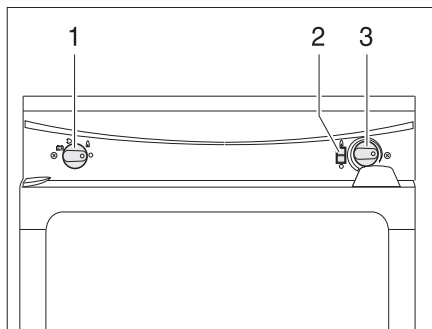

Fig. 133 Elementos de mando para el frigorífico (Thetford sin SES)
- Situar el selector de energía (Fig. 133,1) en la posición gas "▲".
- Presionar el regulador giratorio (Fig. 133,3) y mantener pulsado. El suministro de gas está abierto. El encendido se realiza automáticamente. Se oye un sonido de tic-tac hasta que el proceso de encendido se haya llevado a cabo con éxito.
- Mantener pulsado el regulador giratorio (Fig. 133,3) hasta que el indicador de llama (Fig. 133,2) esté verde y soltarlo entonces. Al apagarse la llama, el aparato de encendido repite automáticamente el proceso de encendido.
- Situar el selector de energía (Fig. 133,1) en "○". El frigorífico está desconectado.
- Poner el selector de energía (Fig. 133,1) en funcionamiento con 230 V "⚡".
- Ajustar la temperatura de refrigeración con el regulador giratorio (Fig. 133,3).
- Situar el selector de energía (Fig. 133,1) a funcionamiento con 12 V "⚡".